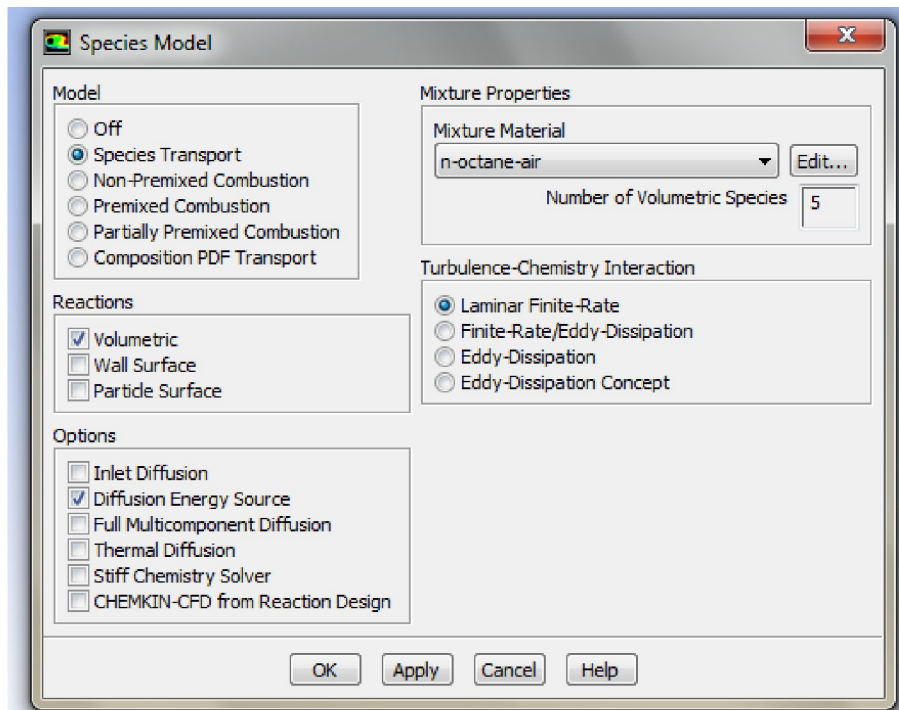

Рисунок 2.8 – Меню компонентов (*Species Model*)
1. На следующем этапе моделирования задаются параметры смешивания химических веществ (рисунок 2.8). Для этого выполняются следующие действия: *Define* → *Models* → *Species...*